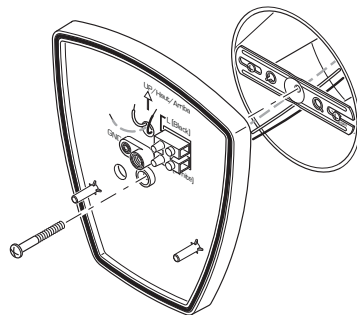

Figure 3
3. Faites passer les fils de la boîte de jonction dans un des trous de la plaque 1-2-Ëasy Connect^{MC} (voir la Figure 3).
4. Appuyez la plaque 1-2-Ëasy Connect^{MC} contre la boîte de jonction (voir la Figure 3).
5. Insérez le petit boulon de montage dans le trou de la plaque 1-2-Ëasy Connect^{MC} situé sous le trou fileté. Vissez ce boulon dans le trou central du support de montage (voir la Figure 3). Serrez solidement le boulon.